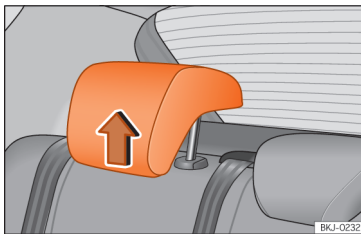

Abb. 88 Kopfstütze in Gebrauchsstellung
- **Gebrauchsstellung** (Kopfstütze angehoben) »» **Abb. 88**. In dieser Position verhält sich die Kopfstütze wie eine konventionelle Kopfstütze, und schützt die hinteren Insassen in Verbindung mit dem Sicherheitsgurt.